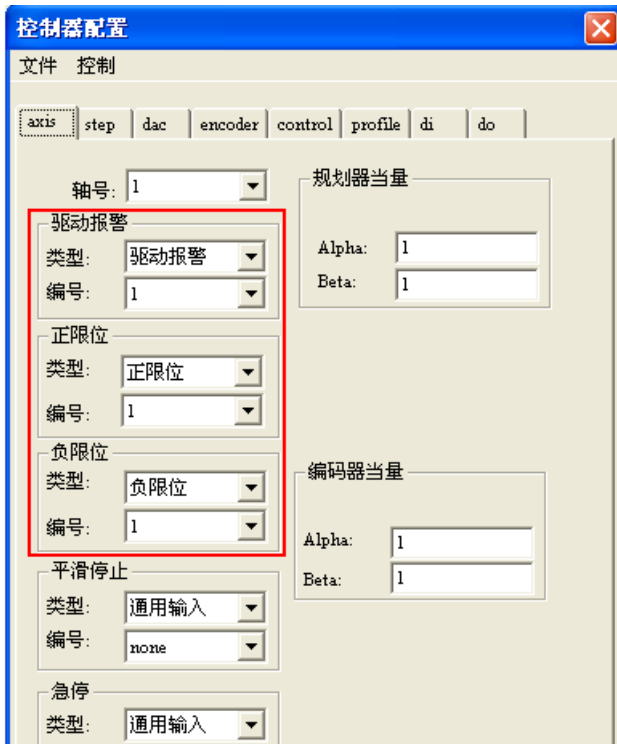
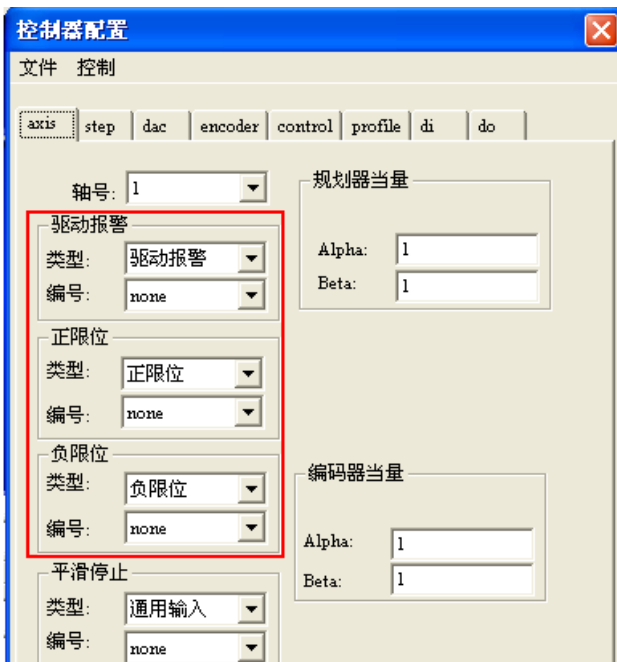
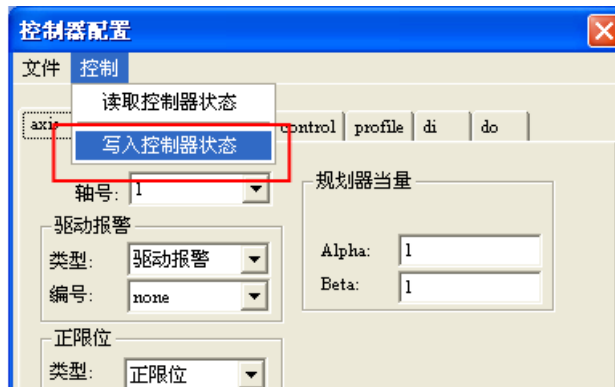

图 4-5 控制器配置模块对话框
图 4-6 无效限位以及驱动报警设置
图 4-8 写入控制器状态
- 1) 启动MCT2008，如图4-4所示，复位控制器。点击主界面菜单“工具”->“控制器配置”，将会弹出控制器配置模块对话框，如图4-5所示。首先，将轴1的报警无效掉，如图4-6所示。接着，将标签页切换到“dac”标签页，选择dac编号1，将dac绑定到轴1上输出，其他的设置采取默认的设置，如图4-9所示：
- (4) 最后，将设置的参数写入控制器，如图4-8所示。
- a) 控制器存在伺服报警，此时请按图4-6重新进行设置并按图4-8写入到控制器中。